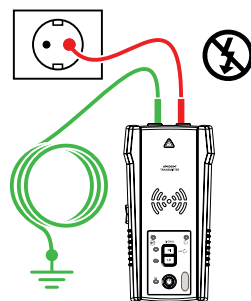

Figura 3.1b
**ATENÇÃO:** Por motivos de segurança, isto apenas é permitido em circuitos sem eletricidade. (ver Figura 3.1b) Não utilize um cabo de terra paralelo ao cabo que deseja localizar, já que tal irá reduzir ou cancelar o sinal de localização.